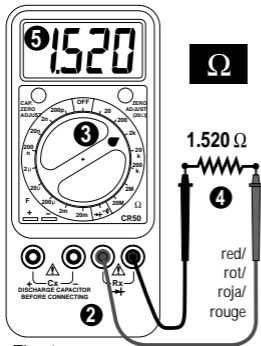

Fig. 1
D • Widerstandsmessung (siehe Fig. 1)
E • Medidas de resistencia (vea Fig. 1)
The Continuity test checks electrical continuity between two contact points. ❶ Set the Function/Range switch to $\rightarrow \leftarrow \bullet \bullet \rightarrow$. ❷ Plug the black test lead into the -Rx jack (black) and connect the test lead tip to one of the contact points. ❸ Plug the red test lead into the +Rx jack (red) and connect its test lead point to the other contact point. (See Figure 1 for connections). ❹ The internal beeper emits a tone when resistance is less than approx. 100Ω .
❶ Ponga el selector de función en la posición $\rightarrow \bullet \cdot \cdot \cdot \cdot$. ❷ Conecte la punta de prueba negra a la entrada -Rx (negra) y toque uno de los puntos de contacto con el extremo. ❸ Conecte la punta de prueba roja a la entrada +Rx (roja) y toque el otro punto de contacto con el extremo (vea las conexiones en la Fig. 1). ❹ El zumbador interno emite un tono cuando la resistencia es menor de aproximadamente 100Ω .